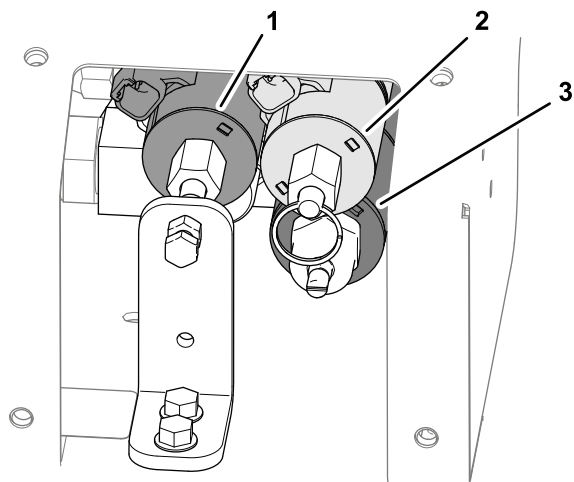

**Figura 32**
1. Sul lato destro della macchina togliete le 4 viti a testa cilindrica flangiata che fissano la piastra di copertura alla protezione del sistema di esclusione (Figura 32).